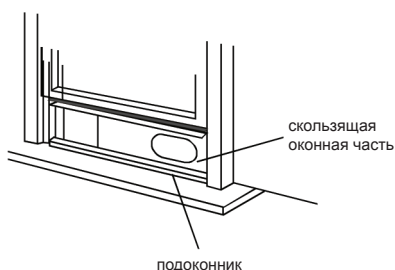

Рис. 12
3. Отрежьте клейкое губчатое уплотнение нужной длины и прикрепите его к верхней части окна. См. рисунок 12.